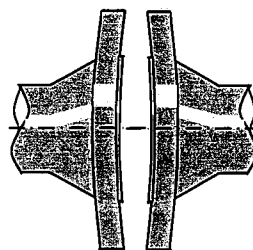

図4 フランジの変形
- フランジが変形していると、正確な締付面圧がかけられず漏れの原因となりますのでフランジを交換するか、修正してください。（図4参照）